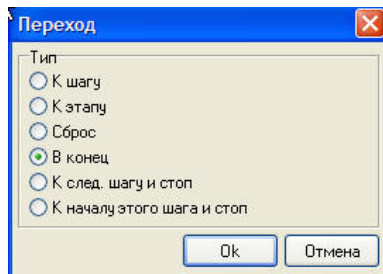
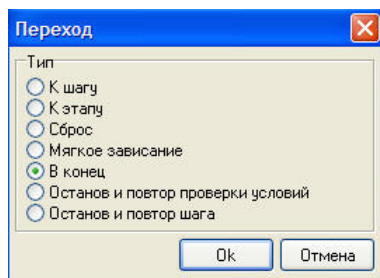

Рисунок 60 - Окно выбора перехода по условиям ветки То
Рисунок 61 - Окно выбора перехода по условиям ветки Иначе
- **Ждать выполнения всех условий.** Это контрольное время, в течение которого ожидается выполнение всех заданных далее условий (схема И). Если до истечения этого времени условия будут выполнены, программа перейдет по ветке **To** (рисунок 60), в противном случае она перейдет по ветке **Иначе** (рисунок 61).
Для выполненных условий щелчком правой клавиши мыши по строке таймера (или строке с заголовком шага) открываем дополнительное окно и в открывшемся меню выбираем **Добавить переход по ТО**, в результате открывается то же диалоговое окно, что и для безусловного шага (рисунок 60). В окне можно выбрать требуемый переход. Перед тем, как будет выполнен указанный переход, можно выполнить любой набор команд. Для этого щелчком правой клавишей мыши по строке перехода **ТО** и в открывшемся диалоговом окне выбираем **Добавить команду**. Далее действуем по аналогии с процедурой, описанной в безусловном шаге.
Для невыполненных условий таким же способом добавляем в программу ветку **Иначе** (рисунок 61) набор команд:
Отличие ветки **Иначе** в вариантах перехода в том что здесь имеются следующие дополнительные возможности (рисунок 61), связанные с поведением программы при невыполнении условий: